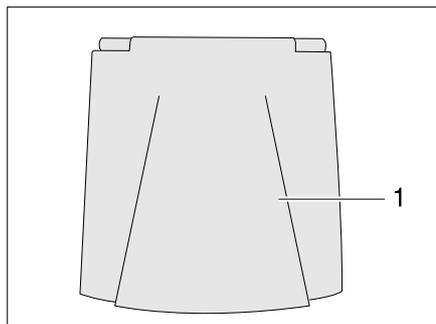

Bild 32 Verschlussklappe für Kraftstoff-Einfüllstutzen
- Verschlussklappe (Bild 32,1) öffnen.
- Schlüssel in Schließzylinder (Bild 32,3) stecken und entgegen dem Uhrzeigersinn drehen.
- Verschlussdeckel (Bild 32,2) abnehmen.